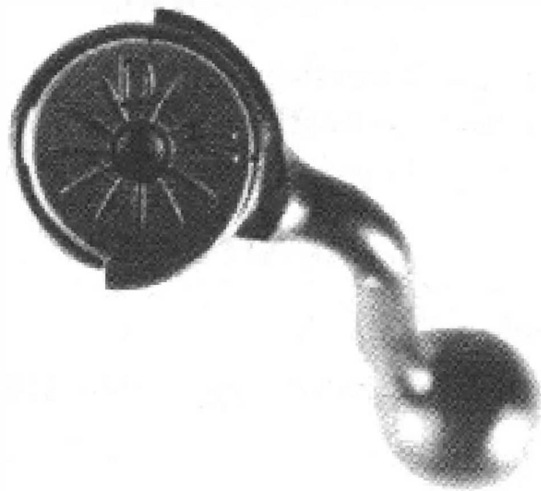

Fig. 3. — *Bouchon d'arrêt du ressort de percuteur.*
**Montage.** — Mettre le talon du percuteur au cran de demi-armé, puis opérer dans l'ordre inverse. La lettre M doit être en face du repère de la culasse (fig. 3).